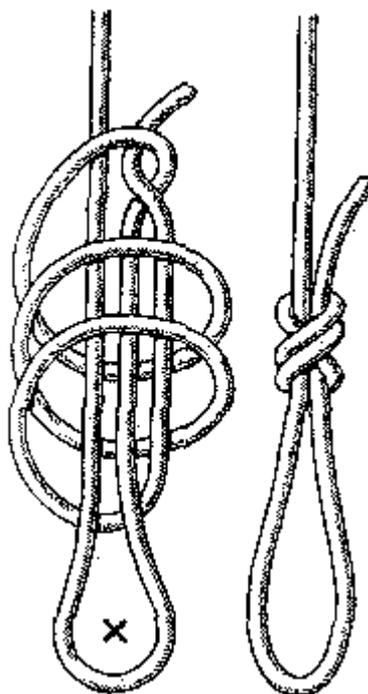

Рис. 87. Эшафотный узел
**Эшафотный узел** (рис. 87). Название узла говорит о его назначении. Это один из старинных узлов, выработанных многовековой практикой смертной казни через повешение. Однако, несмотря на мрачное предназначение, его с успехом можно применять для многих других целей, например для временного крепления троса за разные предметы.